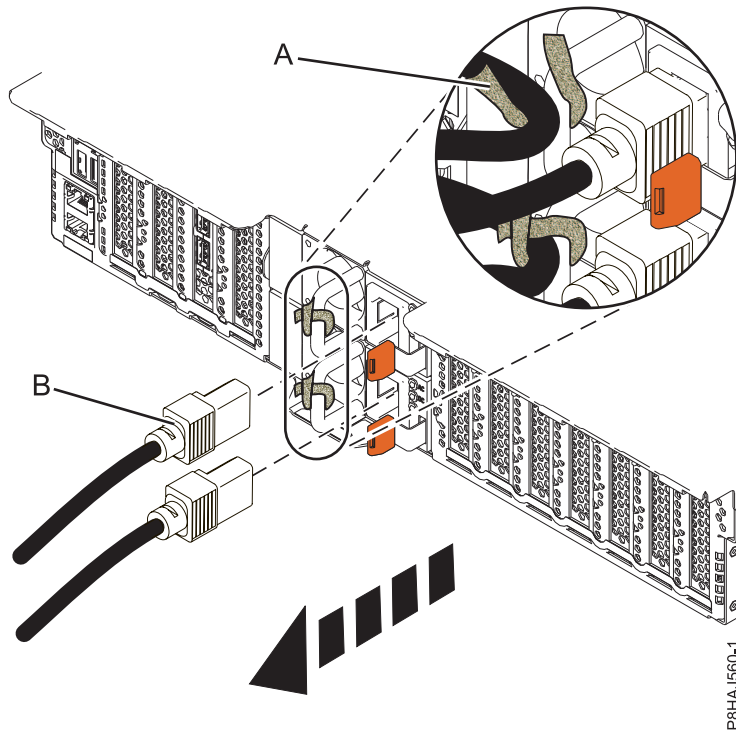
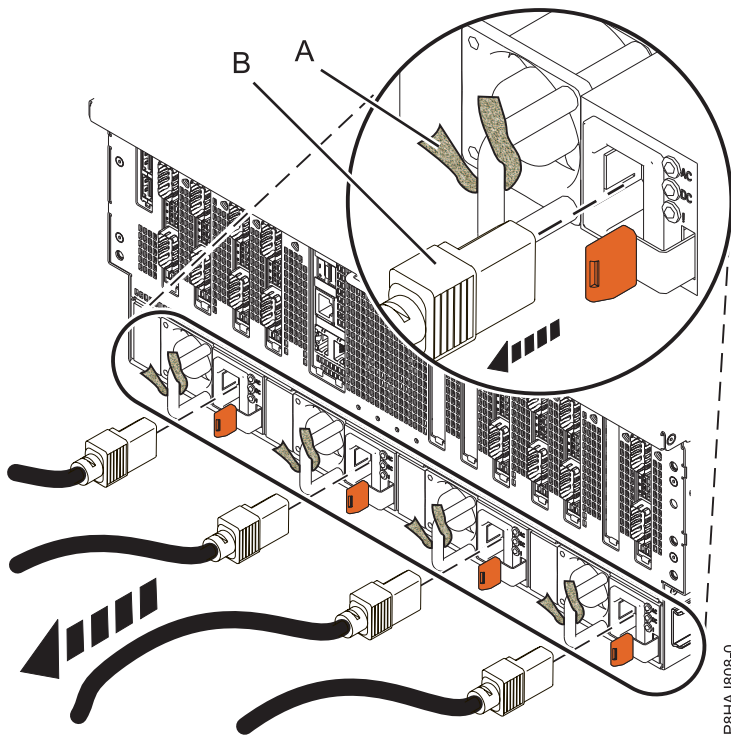

Abbildung 35. Netzkabel bei einem System vom Typ 5148-21L, 5148-22L, 8247-21L, 8247-22L, 8284-21A oder 8284-22A abziehen
Abbildung 36. Netzkabel bei einem System vom Typ 8408-44E oder 8408-E8E abziehen
3. Ziehen Sie die Netzkabel (**B**) von der Systemeinheit ab. Siehe Abbildung Abb. 34 auf Seite 51, Abb. 35 auf Seite 51 oder Abb. 36 auf Seite 52 (abhängig von Ihrem Systemtyp).